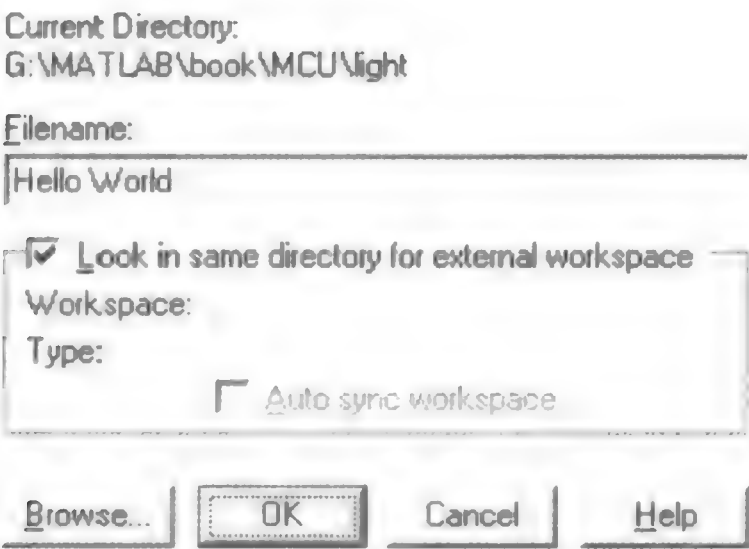

图 5.3.6 创建新的工程空间
(2) 选择菜单项 File→New Project Space...,创建新的工程空间,在 Filename 栏中输入工程空间名(如 Hello World),如图 5.3.6 所示。